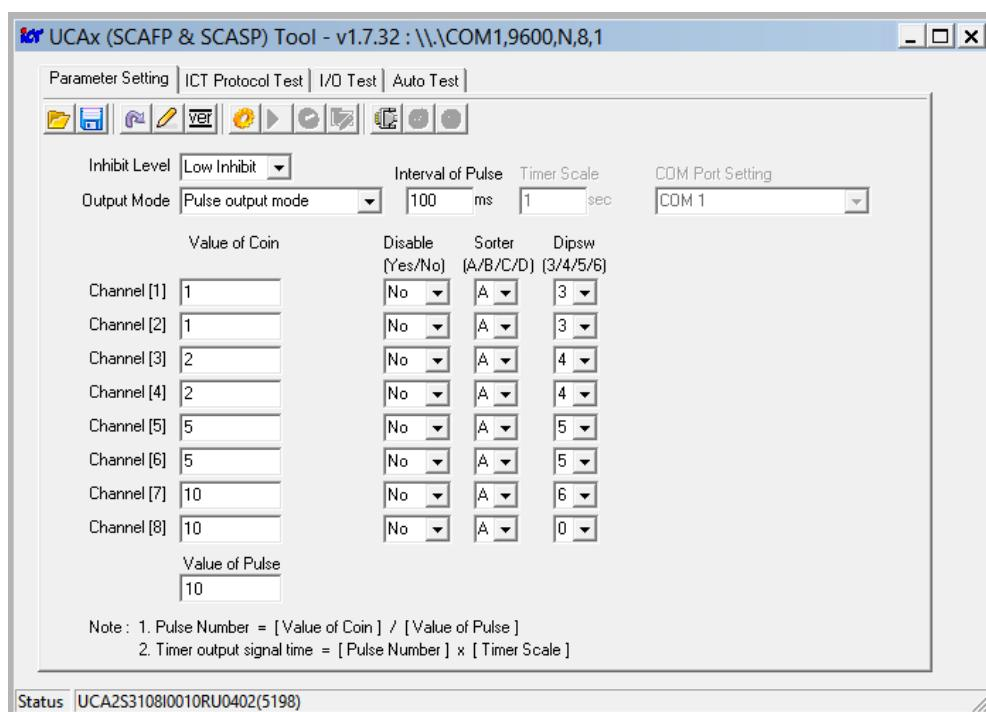

Рисунок 33. Внешний вид окна программы с установленными настройками (приведен пример конфигурации на прием суммы 10 рублей)
- На ПК установите и запустите приложение для настройки параметров картоприемника ***«UCAx Tools»***. Внешний вид окна приложения показан на рис. 33, связь с монетоприемником устанавливается автоматически сразу после запуска приложения.
- нажмите кнопку  **Read current version from UCA1**, в строке **Status** будет показана текущая версия ПО – например, *UCA2S3801/0010(5198)* (см. рис. 33);
- в таблице в столбцах **Value of Coin**, **Disable**, **Sorter**, **Dipsw** установите для каналов монетоприемника (от 1-го до 8-го) номиналы монет и соответствующие им параметры, как показано на рис. 33.
5. В поле **Value of Pulse** введите сумму, которую необходимо внести пользователю для прохода (на рис. 33 показан пример суммы в 10 рублей).